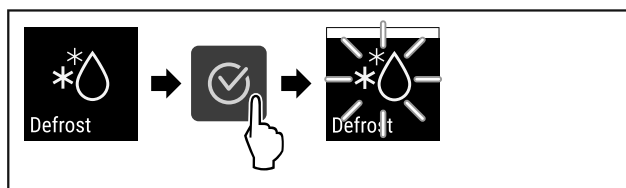

Fig. 86
- ▶ Udfør handlingstrinene (se Fig. 86) .